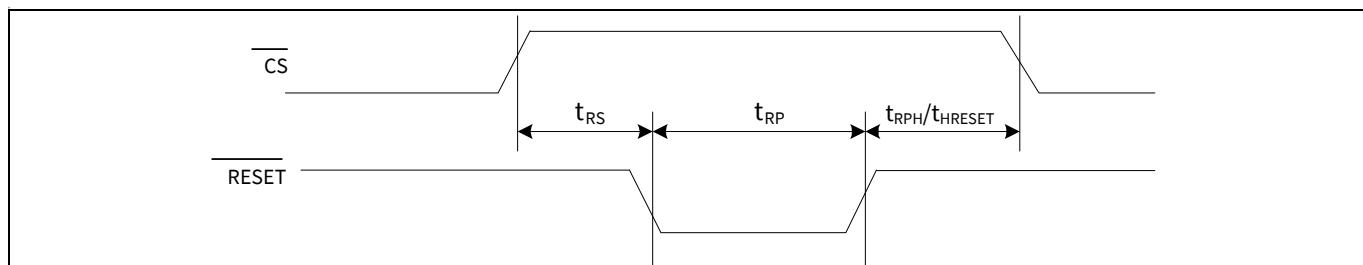
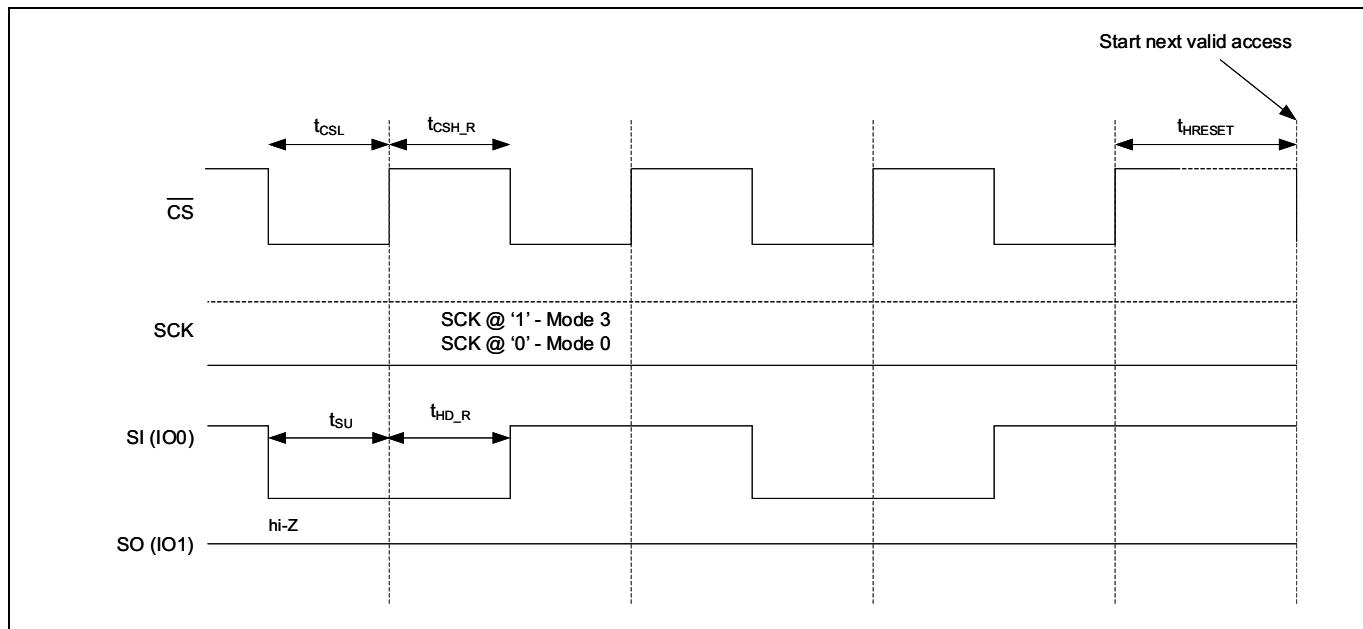

Figure 109 SPI 模式下的 RESET 时序 — QUAD 被设置 (CR1[1]= 1) 或 QPI 被使能 (CR2[6] = 1)
Figure 111 JEDEC SPI 复位
硬件复位输入 (RESET) 被复用在 (RESET/ (I/O3) 上, 并且在 CY15x116QSN 器件中作为低电平有效信号。请查阅 Table 21, 了解各种 SPI 接口的硬件复位 (RESET) 引脚配置。当 RESET 引脚被置为低电平时, CY15x116QSN 则将自初始化, 并使其配置设置返回到上电状态。请查阅 Table 59, 了解 RESET 周期后各种不同的寄存器配置。一旦发送 RESET, 从 RESET 的上升沿算起, CY15x116QSN 将需要  $t_{RPH}/t_{HRESET}$  时间来完成复位周期。在  $t_{RPH}$  期间, 不能访问 CY15x116QSN。Figure 109 至 Figure 111 显示了不同复位模式中的 RESET 时序。
- 在 QPI 模式下, RESET 引脚被复用在 I/O3 上。在该模式下, 要想使用硬件复位 (RESET), 必须将 CR2 [5] 位设置为 1。这样, 在 CS 为高电平时, 可以将 I/O3 作为 RESET 输入使用。Figure 109 显示了 QPI 模式下的 RESET (I/O3) 时序。
请参考 Figure 111, 了解详细时序。